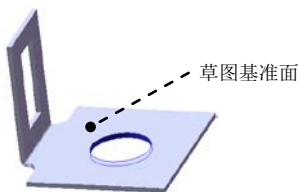

图 12.7.6 切除—拉伸 1
(4) 定义钣金参数属性。在 **折弯参数(P)** 区域的 文本框中输入折弯角度值 90.0，在 **折弯位置:** 区域中单击“折弯中心线”按钮 。
(5) 单击 按钮，完成折弯 1 的创建。
Step4. 创建图 12.7.6 所示的切除—拉伸 1。
(1) 选择命令。选择下拉菜单 **插入(I)** → **切除(C)** → **拉伸(E)...** 命令。
(2) 定义特征的横断面草图。
① 定义草图基准面。选取图 12.7.6 所示的表面作为草图基准面。